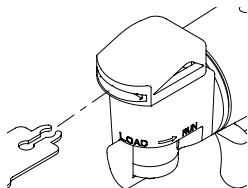

Figura 1 Para instalar la hoja, gire la palanca
3. Introduzca la hoja hasta que la línea de inserción completa de la hoja desaparezca en el dispositivo de retención, lo que indica que la hoja está colocada correctamente (véase la figura 1).